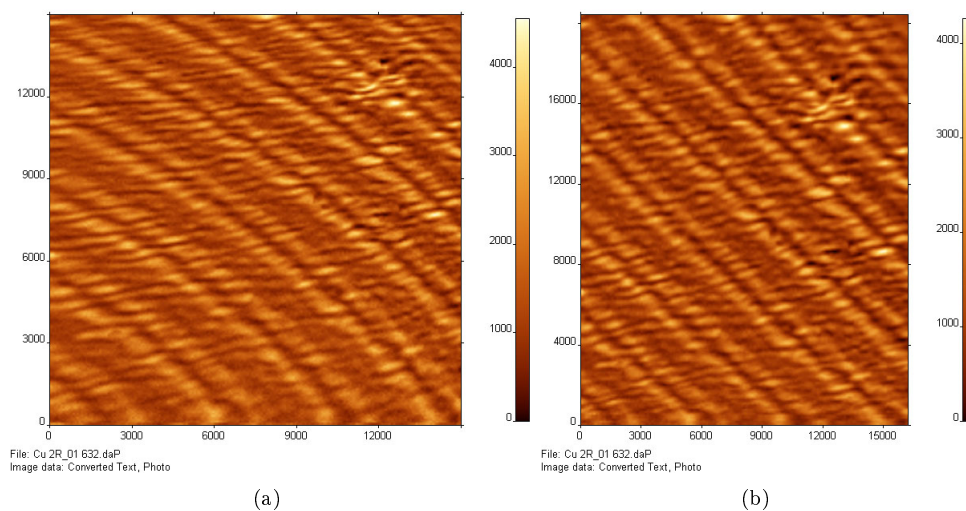

Рис. 3.21. Устранение искажений.
4. Выполняется корректировка искажений на интересующих изображениях командой Исправление искажений (Dewarp) (рис. 3.21).